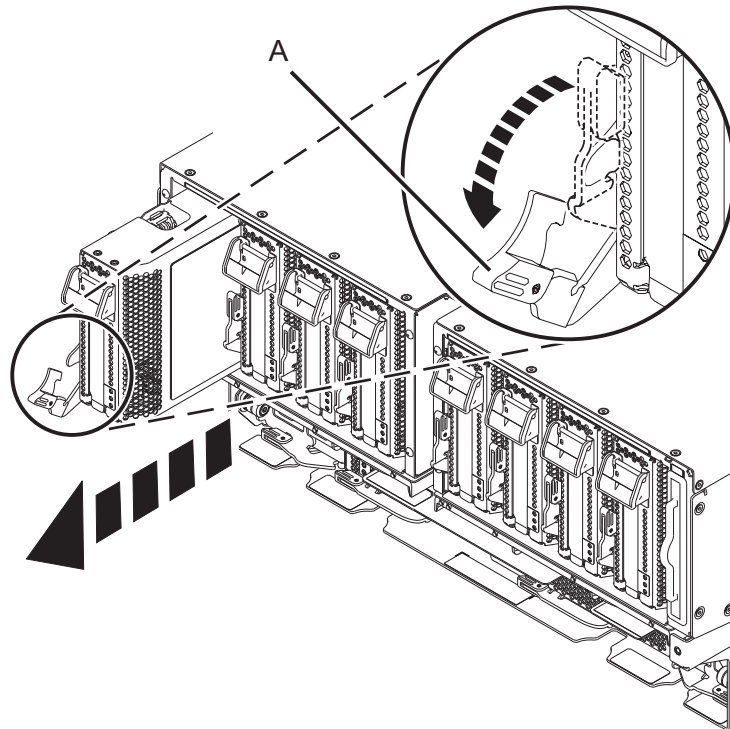

Figure 2. Retrait d'une cassette de cartes PCIe du système
- b. Faites tourner la poignée de cassette de couleur ocre (**A**) dans la direction illustrée dans la figure 2 et appuyez dessus pour libérer la cassette des connecteurs de l'emplacement.